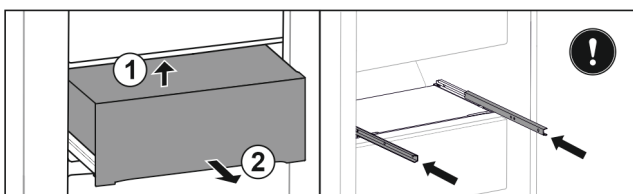

Fig. 159
- ▶ Tõstke sahtlit taga altpoolt üles. Fig. 159 (1)
- ▶ Võtke sahtel ettepoole välja. Fig. 159 (2)